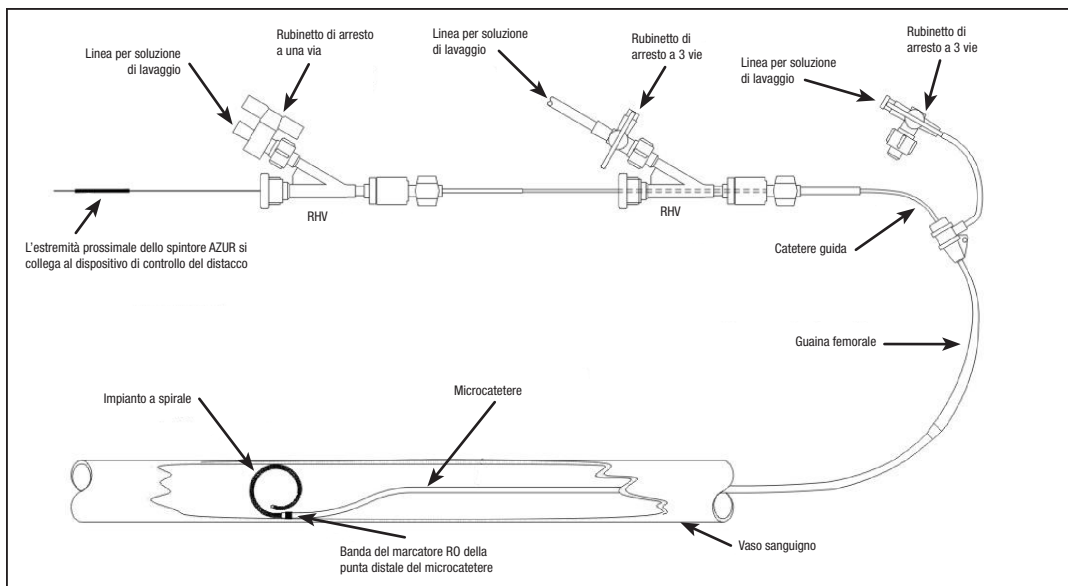

Figura 1: schema di configurazione del sistema AZUR
- **NON** utilizzare in combinazione con dispositivi a radiofrequenza (RF).
1. Fare riferimento alla Figura 1 per lo schema di configurazione.